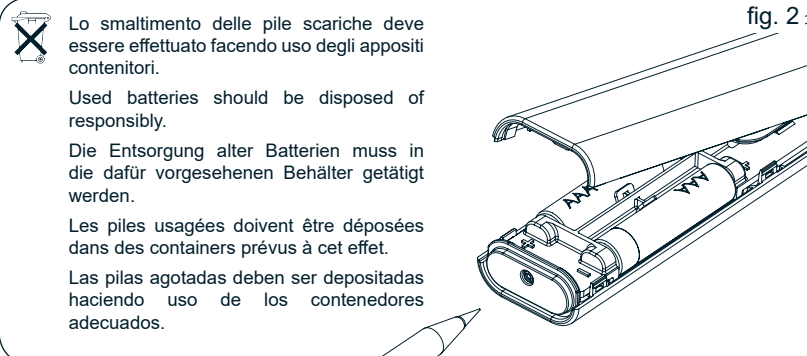

fig. 2
2.0 Alimentazione - Il telecomando funziona con due pile alcaline da 1,5 V formato LR03 (AAA) (fig. 2). Durante la trasmissione il LED si accende fisso se le pile sono cariche, lampeggia quando si stanno scaricando. Per la sostituzione usare solo pile analoghe a quelle indicate.
2.0 Batteries - The remote control works with two 1.5 V Alkali batteries (AAA) format LR03 (fig. 2). During operation the LED will light up. If batteries are low, the LED flashes. Replace the batteries only with type specified above.
2.0 Batterien - Der Handsender funktionieren mit zwei 1,5 V Alkalibatterien (AAA) Format LR03 (fig. 2). Während der Sendung des Signals leuchtet das LED. Sich entleerende Batterien werden durch das blinken des LED's signalisiert. Die Batterien müssen mit Batterien des gleichwertigen Typs ersetzt werden.
2.0 Batteries - L'émetteur fonctionne avec deux piles alcaline de 1,5 V type LR03 (AAA) (fig. 2). Pendant la transmission, la led reste allumée si les piles sont chargées ou clignote plus ou moins intensément lorsque les piles se déchargent. Le remplacement des piles s'effectue seulement avec des piles similaires à celles indiquées.
2.0 Alimentación - El emisor funciona con dos pilas alcalinas de 1,5 V tipo LR03 (AAA) (fig. 2). Si durante la transmisión el led permanece fijo, las pilas están cargadas, si parpadea se están agotando. Para la sustitución de las mismas usar solamente pilas análogas a las indicadas.